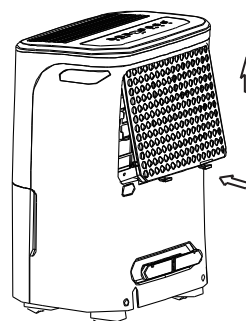

Figure 10
- Insérez le filtre à air dans l'appareil de bas en haut. Voir la figure 10.